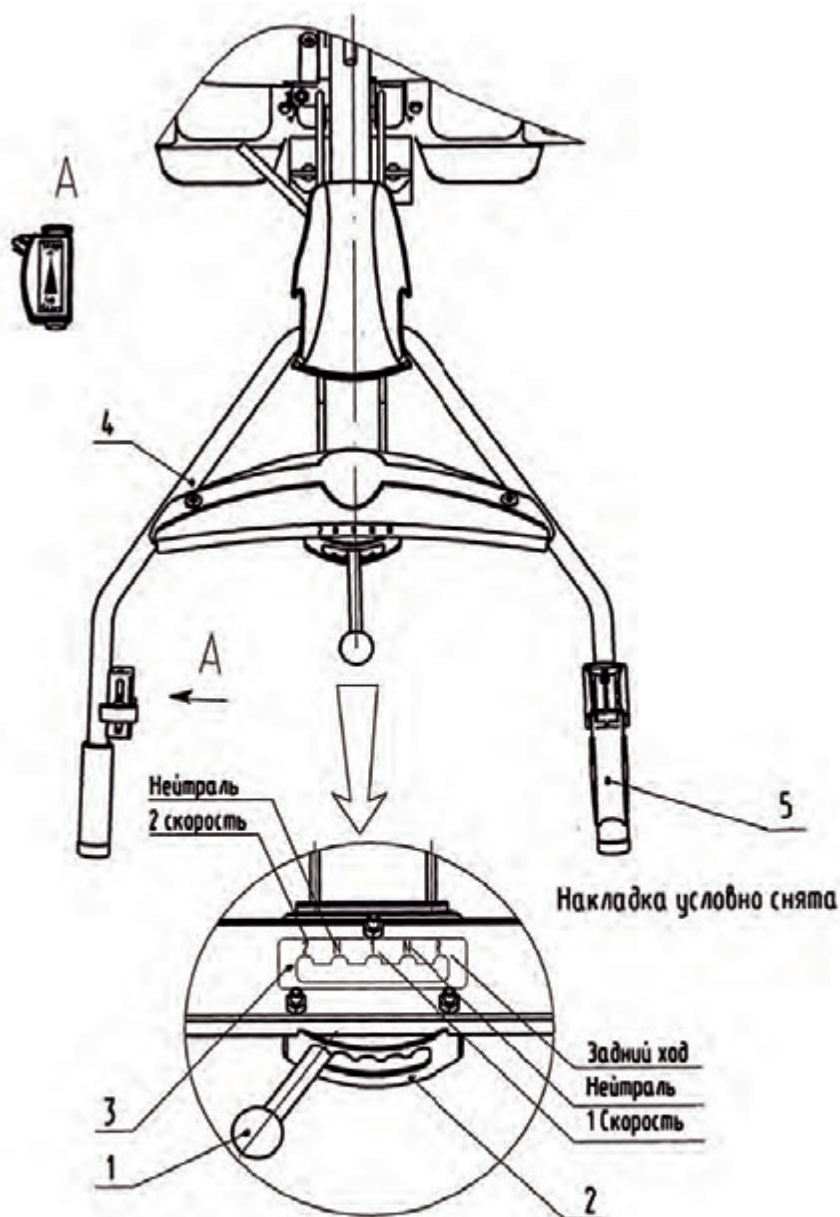

Рис. 3 Органы управления мотоблоком
- включите сцепление, т.е. рычаг сцепления 5 (рис.3) прижмите к рукоятке;
Установите коромысло 11 (рис.2 вид А) переключателя скоростей в нейтральное положение (позиция «N» между 1 и 2 скоростью (повернуть коромысло против часовой стрелки в крайнее положение, затем повернуть его по часовой стрелке на один щелчок). Рычаг переключения скоростей 1 (рис.3) установить в позицию «N» между 1 и 2 скоростью. Регулировочными винтами тросов переключения скоростей троса 13 (рис.2 вид А) установить небольшой натяг в тросах, не затрудняющий переключение скоростей. Проверить четкость переключения скоростей при перемещении рычага в разных направлениях при разных положениях руля. Законтрить контргайки регулировочных винтов.